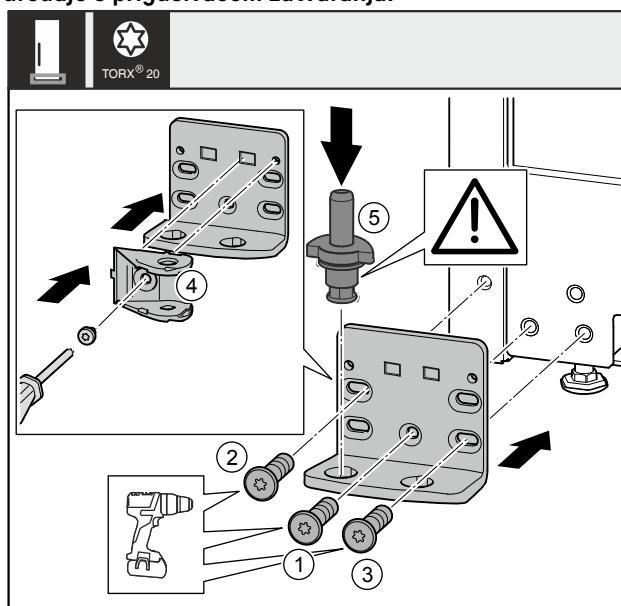

Fig. 37 *
- Postavite podložak ležaja na drugu stranu i pritegnite ga odvijačem. Započnite s vijkom Fig. 37 (1) dolje u sredini.*
- Pritegnite vijak Fig. 37 (2) i vijak Fig. 37 (3).*
- Okrenite spojni element prigušivača zatvaranja Fig. 37 (4) za 180°. Na drugoj strani podloška ležaja uvrnite odvijačem.*
- Potpuno umetnite podložak ležaja Fig. 37 (5). Pritom se pobrinite za to da je uskočna izbočina okrenuto prema natrag.*